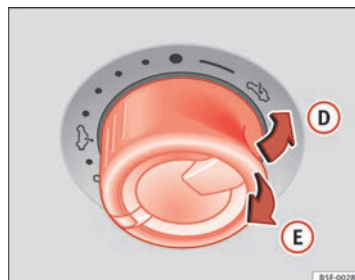

Abb. 60 An der Innenseite des Formhimmels: Schalter drücken und ziehen zum Ausstellen und Schließen des Dachs.
⇒ Abb. 60
- Innerhalb von etwa 5 Sekunden nach dem Auslösen der Kraftbegrenzung den Schalter hinten so lange ziehen $\Rightarrow$ Abb. 60 (Pfeil ③), bis das Panorama-Schiebedach vollständig geschlossen ist.